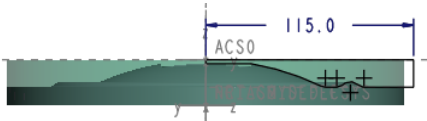
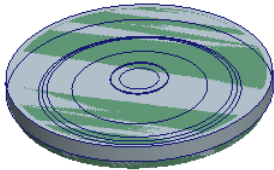

图 19.4.10 截面草图
图 19.4.11 创建铣削体积块
- (1) 在“旋转”操控板中单击 **放置** 按钮，然后在弹出的界面中单击 **定义...** 按钮，系统弹出“草绘”对话框，选取 NC_ASM_RIGHT 基准平面为草绘平面，NC_ASM_TOP 为参照平面，方向为 **底部**，接受箭头默认方向，单击 **草绘** 按钮，系统进入草绘环境。
- (2) 绘制截面草图。进入截面草绘环境后，绘制的截面草图如图 19.4.10 所示。完成特征截面的绘制后，单击工具栏中的“完成”按钮 。
- (3) 在“旋转”操控板中选取拉伸类型为 ，选取旋转角度为 360.0，单击 按钮，则完成旋转体的创建。
- (4) 完成特征。在“铣削体积块”操控板中单击“完成”按钮 ，完成铣削体积块的创建，如图 19.4.11 所示。